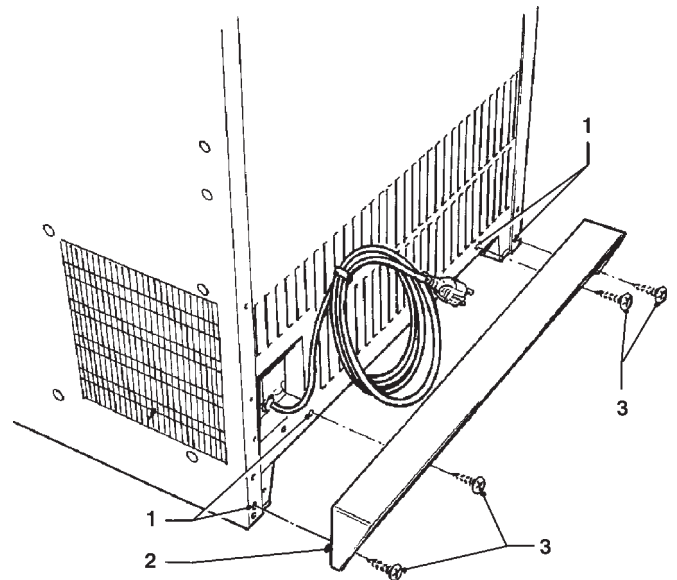

Fig. 2
El sistema de ventilación permite apoyar el respaldo del aparato, ahorrando espacio, ya que aspira el aire desde abajo y lo descarga desde una rejilla del lado derecho. La rejilla, sin embargo, debe estar totalmente libre y no debe haber obstáculos para el flujo de aire por al menos 40 cm. Si ello no fuera posible, es necesario colocar el separador (2), entregado de serie, para garantizar la distancia mínima de la pared (ver la fig. 2).